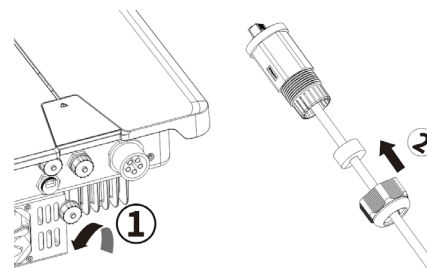

Abb. 31. Netzwerkkabel einführen
2. Abdeckkappe des Kommunikationsanschlusses abschrauben (siehe Abb. 31 Abfolge und Pfeilrichtungen beachten) und das Netzwerkkabel in den angebrachten RS485-Kommunikations-Client einführen.